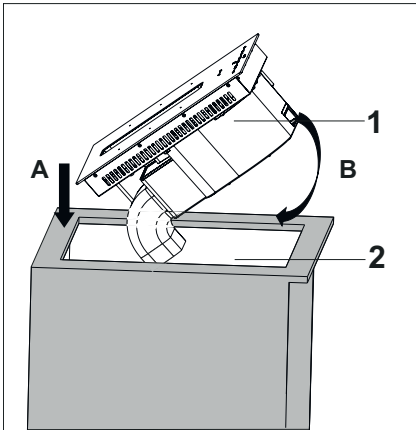

Fig. 28
- Løft platetoppen og sett denne ned i bordet, først venstre side (A) og deretter høyre side (B) (Fig. 28)